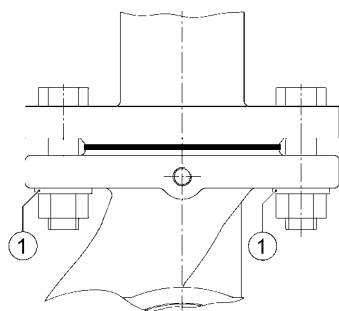

Fig. 12: Montaj cu flanșă combinată
- Între capul șurubului/piuliței și flanșa combinată trebuie utilizate șai-bele livrate (fig. 12, poz. 1).